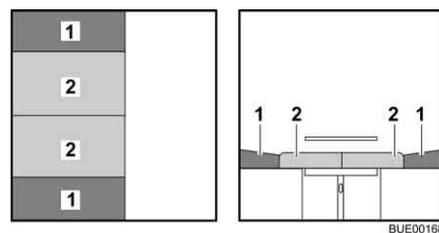

Fig. 87 Después de la transformación
- Tirar de los cojines del asiento (Fig. 87,2) hacia el centro.
- Colocar los cojines del respaldo (Fig. 87,1) entre los cojines del asiento y la pared.